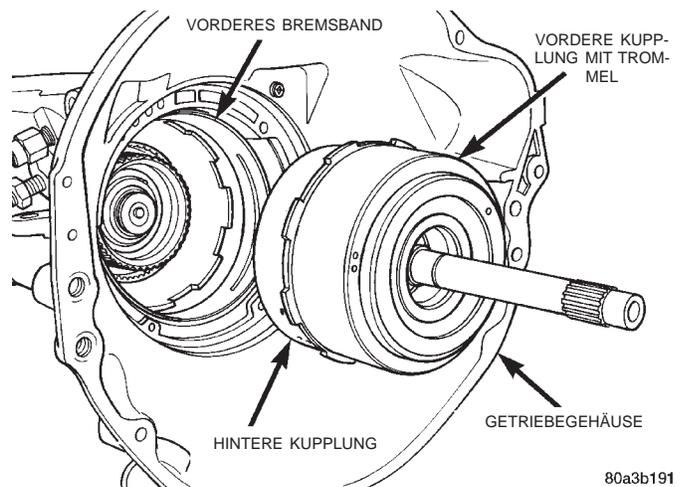

Abb. 104 Vordere/hintere Kupplung montieren
(31) Vordere und hintere Kupplungsgruppen als zusammenhängende Baugruppe einbauen (Abb. 104).